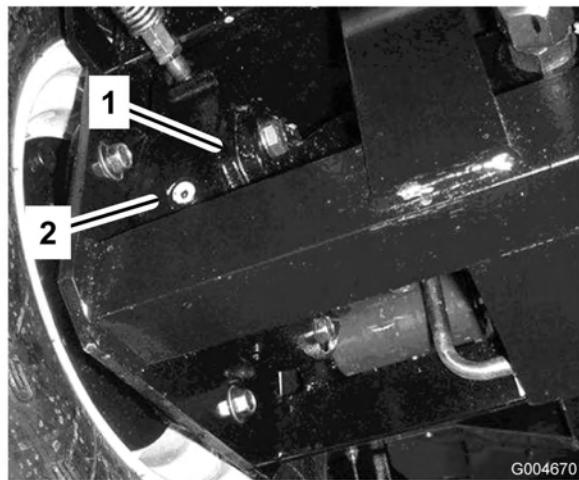

Figura 11
2. Retire o tampão da engrenagem planetária (Figura 10) e verifique o tampão que se encontra na zona traseira do travão (Figura 11). O óleo deverá ser visível no fundo do orifício do tampão de verificação, que se encontra na zona traseira do travão.